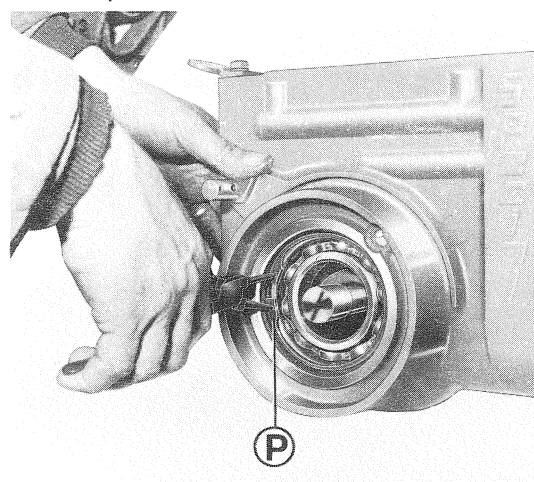

Fig. 5
- 5) Togliere il seeger **P** (fig. 5).